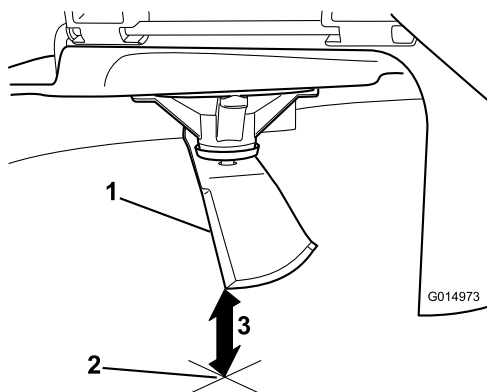

Figura 60
5. Meça da ponta da lâmina até à superfície plana (Figura 60).